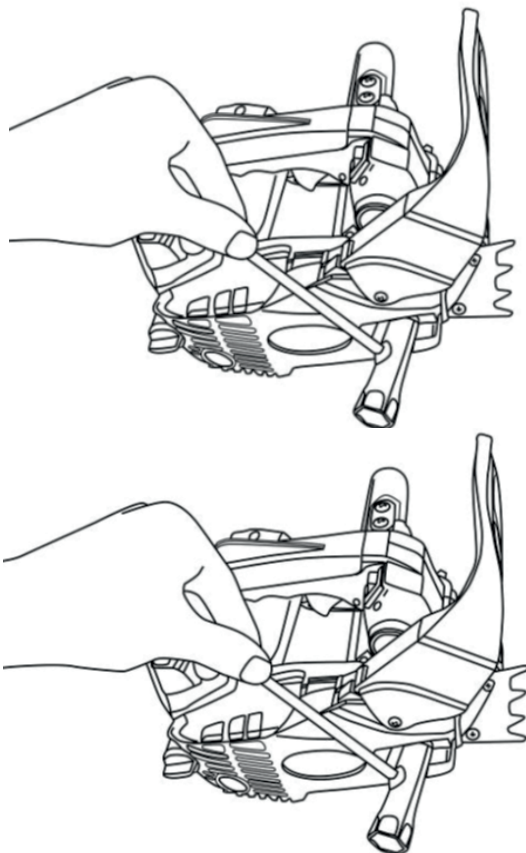

Рис.2 Откручивание креплений прижимной крышки
1. Открутите гайку для крепления шины, затем открутите крепежный винт (рис.2)